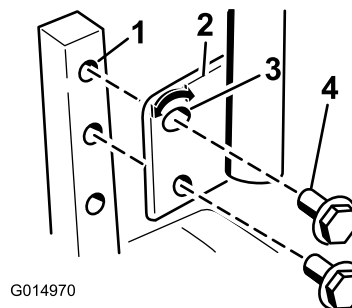

Figure 23
1. Retirez les 2 boulons qui fixent le levier de commande à l'arbre du bras de commande (Figure 23).
2. Placez le levier de commande dans les trous suivants. Fixez le levier avec les 2 boulons (Figure 23).
2. Desserrez le boulon inférieur jusqu'à ce qu'il soit possible de pivoter le levier de commande en avant ou en arrière (Figure 23). Serrez les deux boulons pour fixer la commande à sa nouvelle position.